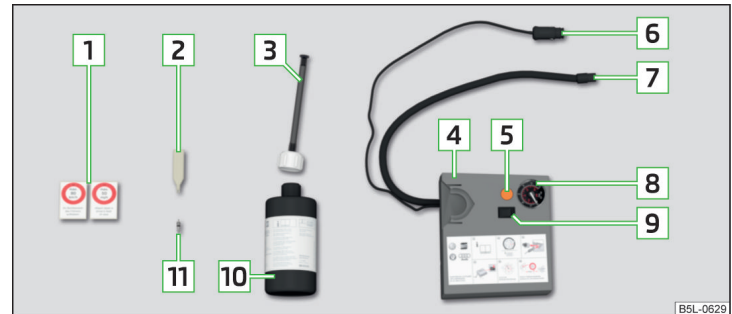

Abb. 171 Prinzipdarstellung: Bestandteile des Pannensets
Bestandteile des Sets » Abb. 171
- ▶ Den entsprechenden Aufkleber  » Abb. 171 auf Seite 173 auf die Schalttafel im Sichtfeld des Fahrers kleben.
- ▶ Die Reifenfüllflasche  » Abb. 171 auf Seite 173 einige Male kräftig hin und her schütteln.
- ▶ Den Reifenfüllschlauch  » Abb. 171 auf Seite 173 des Luftkompressors fest auf das Reifenventil schrauben.